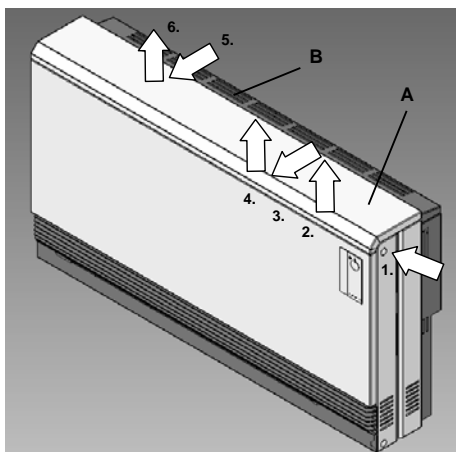

fig.8 Ouvrir l'appareil
Ouvrez l'appareil selon les points 1 à 10 (page 52, fig. 8 et 9) et accrochez-le aux supports muraux.
- Ouvrez l'appareil (fig.8):
2. Soulevez le couvercle (A) d'environ 10cm vers l'avant.
5. Tirez la partie arrière sup. (B) vers l'avant.
32. Remettez la partie arrière supérieure et le couvercle (points 1 à 6 à l'inverse, fig.8).